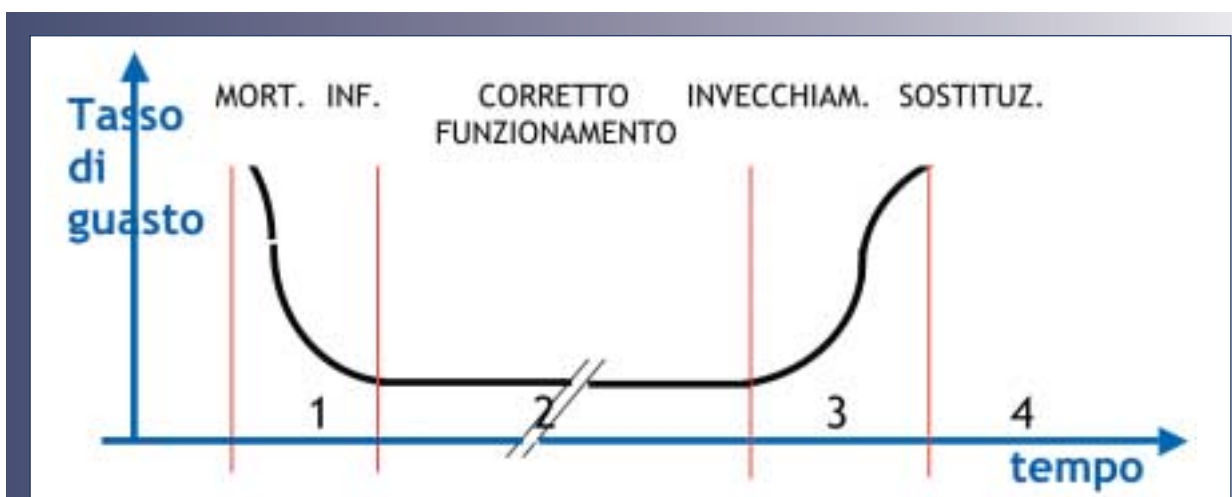

Fig. 3 - Affidabilità di un impianto nel tempo.
Ad esempio, conoscere lo stato di vita delle 6 o 7 parti nelle quali si può suddividere l'impianto è un compito fondamentale della manutenzione che, attraverso gli interventi di prevenzione o straordinari, deve saper controllare i due parametri sopra indicati. In particolare, il *tasso di guasto* deve ubbidire alla curva, detta vasca da bagno (fig. 3), che illustra come, dopo un periodo di *mortalità infantile* (1), deve verificarsi un lungo periodo di corretto funzionamento (2). Monitorare quindi, attraverso il software, il livello di invecchiamento dell'impianto (3),